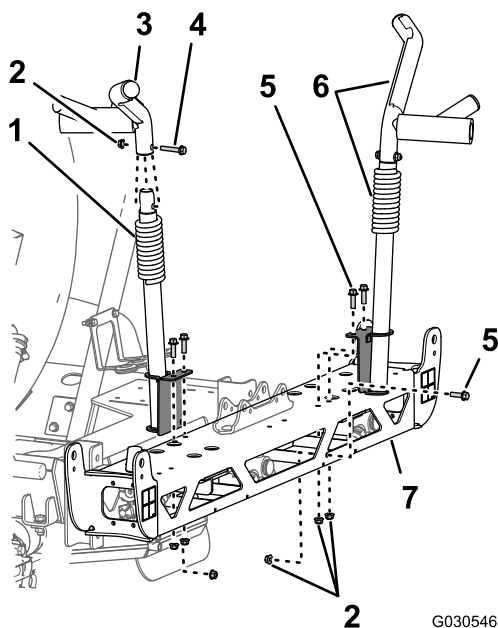

Figura 77
1. Na cavidade da rampa esquerda, retire o parafuso de cabeça flangeada (3/8 x 2 pol.) e a porca de bloqueio flangeada (3/8 pol.) que prende o conjunto da cavidade superior esquerda ao conjunto da cavidade inferior (Figura 77).
- Retire os 3 parafusos de cabeça flangeada (3/8 x 2 pol.) e as 3 porcas de bloqueio flangeadas (3/8 pol.) que prendem a cavidade da rampa inferior esquerda à estrutura da secção da rampa central e retire a cavidade (Figura 77).
- Na cavidade direita, retire o parafuso de cabeça flangeada horizontal e os 2 parafusos verticais (3/8 x 1-1/4 pol.) e as 3 porcas de bloqueio flangeadas (3/8 pol.) que prendem o conjunto da cavidade da rampa direita à estrutura da secção da rampa central (Figura 77).